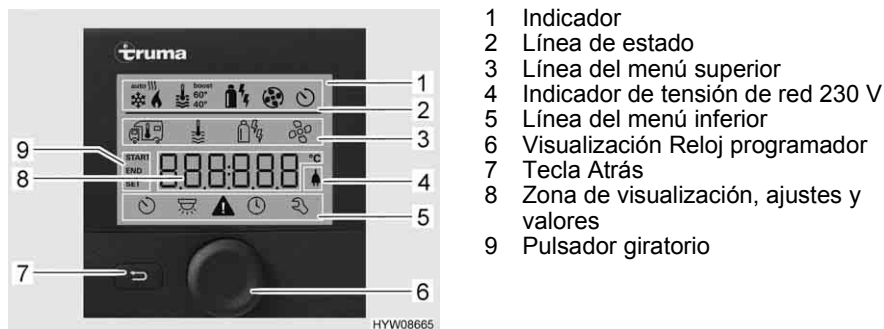
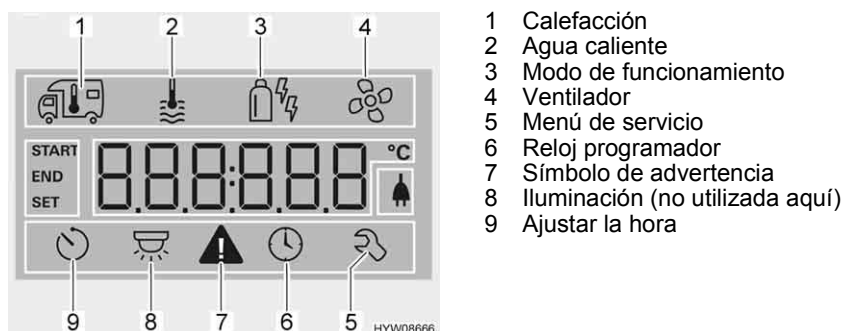

Fig. 186 Unidad de mando con visualizaciones
Fig. 187 Display
- Línea de estado (Fig. 186,2)
- Línea del menú superior (Fig. 186,3)
- Zona de visualización (Fig. 186,8)
- Línea del menú inferior (Fig. 186,5)
- Pulsar el pulsador giratorio (Fig. 186,6) por aprox. 3 segundos. Se visualizarán las dos líneas de menú (Fig. 186,3 y Fig. 186,5). El primer símbolo parpadeará.
- Girar el pulsador giratorio (Fig. 186,6) hasta que parpadee el símbolo de menú deseado.
- Pulsar el pulsador giratorio para guardar el valor ajustado. Si sin embargo no se desea cambiar el valor ajustado originalmente: Pulsar la tecla Atrás (Fig. 186,7).
- Girar el pulsador giratorio (Fig. 186,6) hasta que parpadee el símbolo de menú Calefacción (Fig. 187,1).
- Pulsar el pulsador giratorio para guardar el valor ajustado. El símbolo en la línea de estado (Fig. 186,2) parpadeará hasta que se haya alcanzado la temperatura ambiente ajustada. Si sin embargo no se desea cambiar el valor ajustado originalmente: Pulsar la tecla Atrás (Fig. 186,7).
- Girar el pulsador giratorio (Fig. 186,6) hasta que parpadee el símbolo de menú Agua caliente (Fig. 187,2).
- Pulsar el pulsador giratorio para guardar el valor ajustado. El símbolo en la línea de estado (Fig. 186,2) parpadeará hasta que se haya alcanzado la temperatura de agua caliente ajustada. Si sin embargo no se desea cambiar el valor ajustado originalmente: Pulsar la tecla Atrás (Fig. 186,7).
- Girar el pulsador giratorio (Fig. 186,6) hasta que parpadee el símbolo de menú de modo de funcionamiento (Fig. 187,3).
- Pulsar el pulsador giratorio para guardar el modo de funcionamiento ajustado. Si sin embargo no se desea cambiar el modo de funcionamiento ajustado originalmente: Pulsar la tecla Atrás (Fig. 186,7).
- Girar el pulsador giratorio (Fig. 186,6) hasta que parpadee el símbolo de menú Ventilador (Fig. 187,4).
- Girar el pulsador giratorio (Fig. 186,6) hasta que parpadee el símbolo de menú Reloj programador (Fig. 187,9).
- Pulsar el pulsador giratorio. El reloj programador estará activado. El símbolo Reloj programador (Fig. 187,9) parpadeará si el reloj programador está programado y activo.
En caso de una advertencia, parpadeará el símbolo de advertencia (Fig. 187,7). La calefacción continuará funcionando. Si sólo se trata de una avería temporal, el símbolo de advertencia se apagará automáticamente.